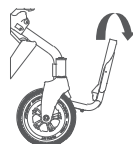
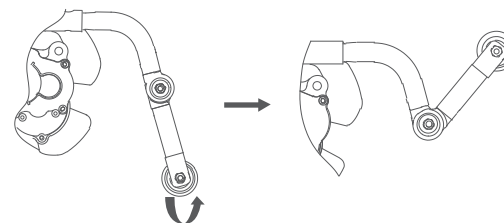

Ilustración 5.6
Ilustración 5.11
- Coloque sobre el suelo el pedal, según se muestra en la Ilustración 5.6.
- Según se muestra en la Ilustración 5.6, presione el botón de retracción de ensamblaje antiroll y gire el ensamblaje antiroll en el sentido de las agujas del reloj hasta que se escuche un sonido de "clic". Una vez que se ha tirado hacia atrás el ensamblaje antiroll, el usuario no deberá colocarse sobre la rueda antiroll con su pie, según se muestra en la Ilustración 5.11.